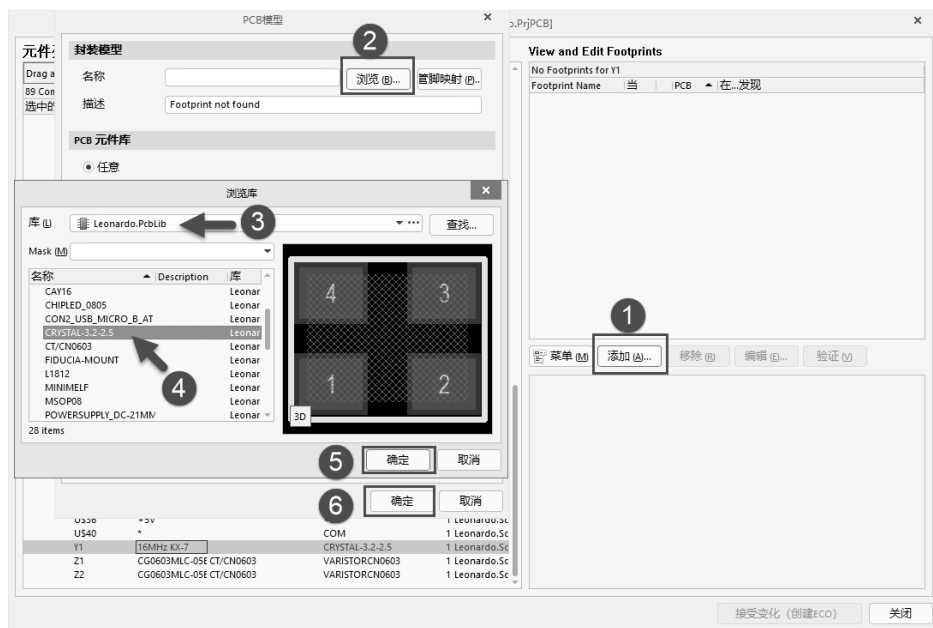

图 3-86 使用封装管理器添加封装
(4) 单击右侧的“添加”按钮,在弹出的“PCB 模型”对话框中单击“浏览”按钮,选择对应的封装库并选中需要添加的封装,单击“确定”按钮完成封装的添加,如图 3-86 所示。